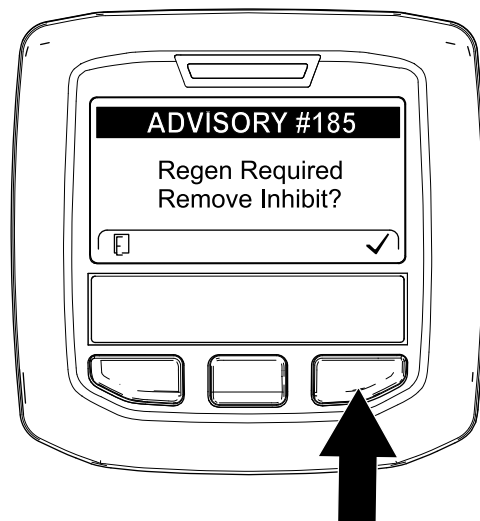

Figure 40
**Remarque:** Si INHIBIT REGEN est réglé sur ON, l'InfoCenter affiche la MISE EN GARDE N° 185 (Figure 40). Appuyez sur le bouton 3 pour régler le paramètre d'inhibition de régénération sur OFF (désactivé) et poursuivez la régénération commandée.